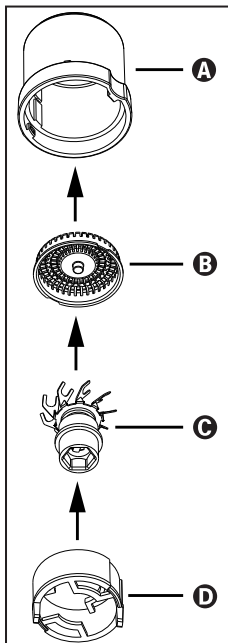

Abb. 1
- 5) Zum Zusammenbau, führen Sie die Scherkopfabdeckung **B** so in das Rasierkopfgehäuse **A** ein, dass die Einkerbungen am Rand der Scherkopfabdeckung **B** in die Arretierungen im Innern des Rasierkopfgehäuses **A** gleiten (siehe Abb. 1).
- 7) Schieben Sie das Zwischenstück **D** in das Rasierkopfgehäuse **A**. Die hervorstechenden Abstandhalter des Zwischenstücks **D** müssen dabei zu Ihnen weisen (siehe Abb. 1). Achten Sie dabei darauf, dass die Einkerbungen am Rand des Zwischenstücks **D** in die Arretierungen im Innern des Rasierkopfgehäuses **A** gleiten.